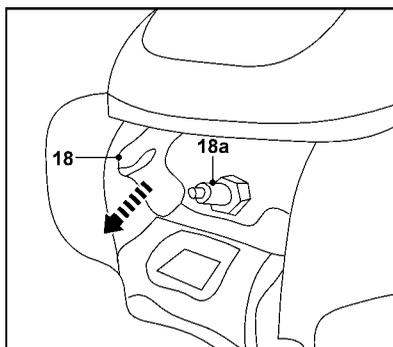

Рис. 30
1. Отсоедините колпачок свечи зажигания (18) (рис. 30).